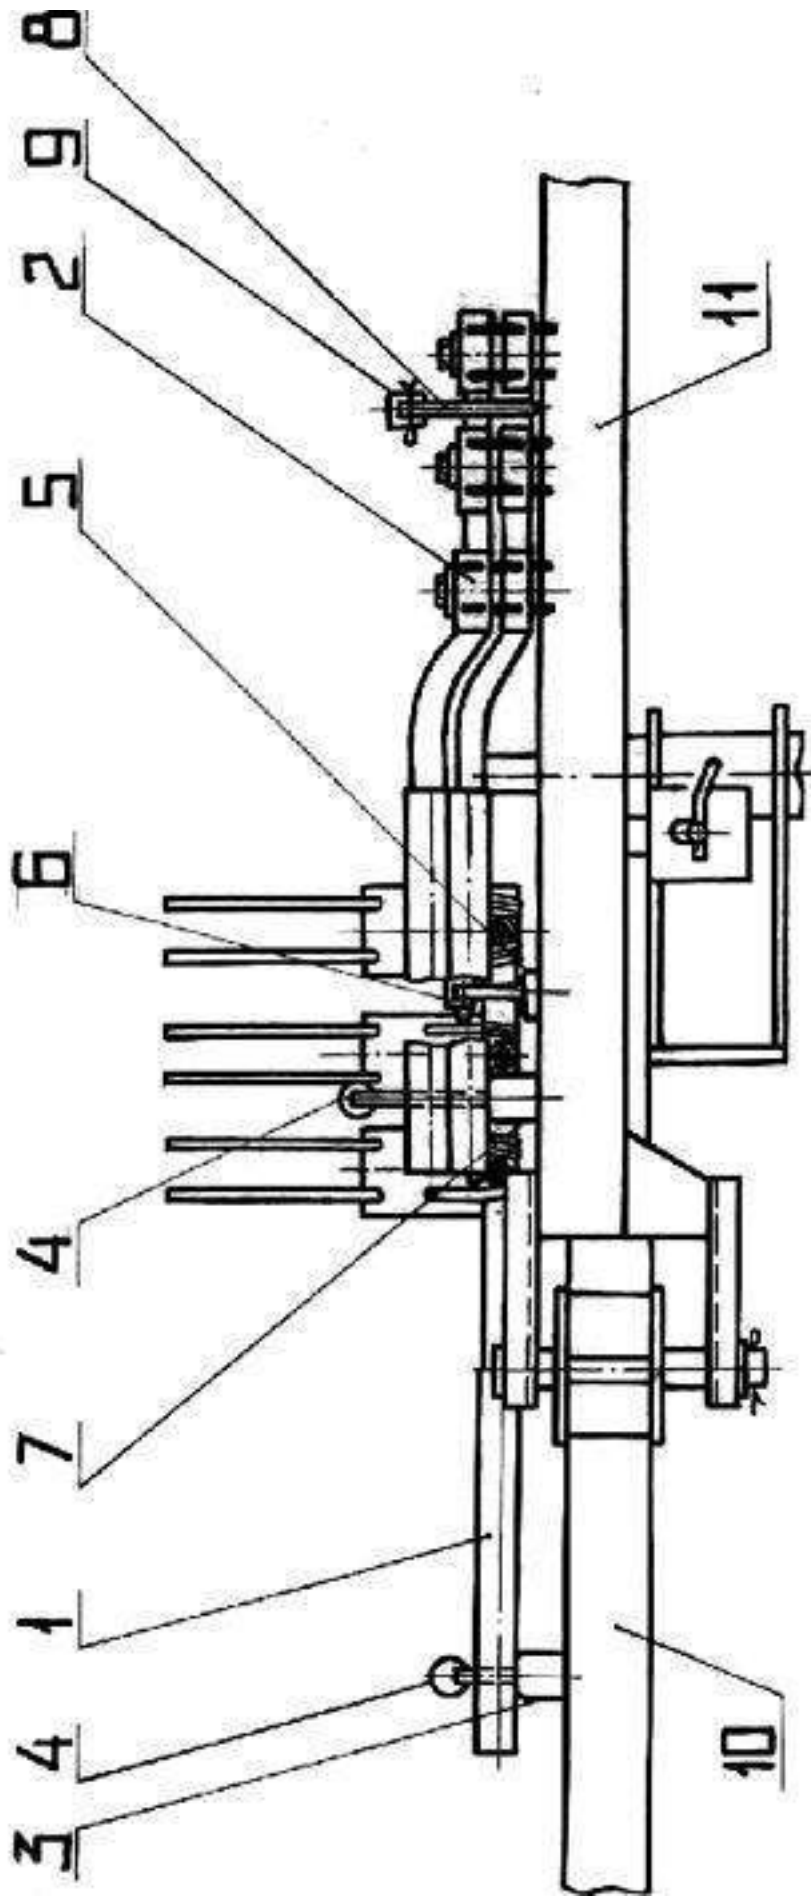

Рис. 3.9. Схема укладки граблин в транспортном положении.
3.9. При выезде на дороги общего пользования застопорите шкив ротора левого 3 при помощи фиксатора 15 /рис.1.2/. Снимите четыре граблины 1 с левого ротора /по две с каждой стороны по ходу движения/ и уложите их на левой раме 10 в ряд зубьями вверх, зафиксировав каждую в кронштейне 3 стопорным кольцом 4 и в кронштейне 5 прижимом 6 /рис.3.9/. Снимите четыре граблины 2 с правого ротора /по две с каждой стороны по ходу движения/ и уложите на снице 11 по две зубьями вправо, зафиксировав каждую пару в кронштейне 7 стопорным кольцом 4 и в кронштейне 8 прижимом 9. /рис.3.9/ Отсоедините карданный вал 8 от ВОМ трактора и установите на правую раму 2, /рис.1.2/ во избежание его поломки при подъеме навески трактора.